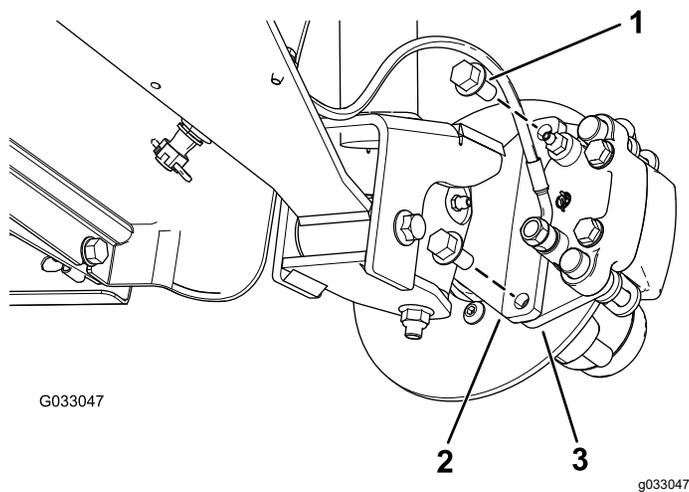

図 29
3. ブレーキアセンブリ用のブラケットをスピンドルに固定しているフランジヘッドボルト $\frac{3}{8}$ " x $\frac{3}{4}$ "を外してスピンドルからブレーキを取り外す 図 29。